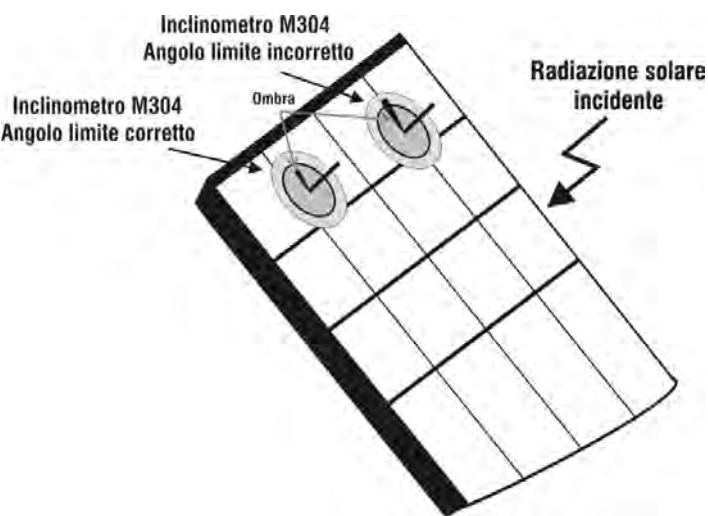

Fig. 7b: Posizionamento inclinometro M304
16. Montare lo stelo sul disco dell'accessorio M304 (inclinometro) in dotazione e tenerlo appoggiato sul piano del modulo. **Verificare che l'ombra dello stelo proiettata sul disco cada entro il “cerchio concentrico limite” interno al disco stesso (vedere Fig. 7b). In caso contrario l'angolo tra i raggi solari e la superficie del modulo è troppo elevato e pertanto le misure eseguite dallo strumento NON sono da ritenere attendibili. Ripetere le operazioni in altri momenti della giornata**